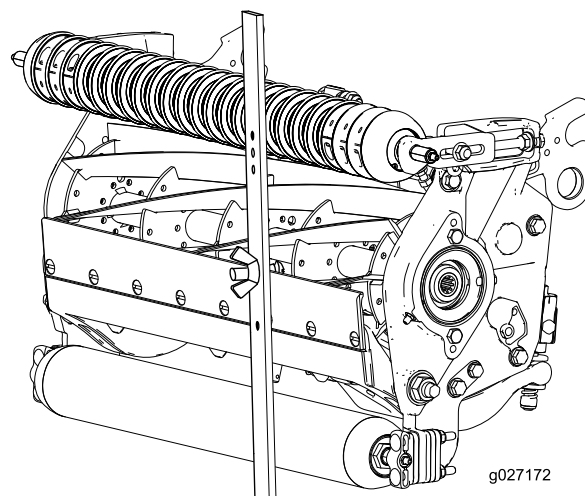

図 17
4. ゲージバーのねじの頭を下刃の先端に引っかけ、バーの後端を後ローラに当てがう 図 17。
5. バーの前端がローラに当たるように、調整ネジで調整する 図 17。